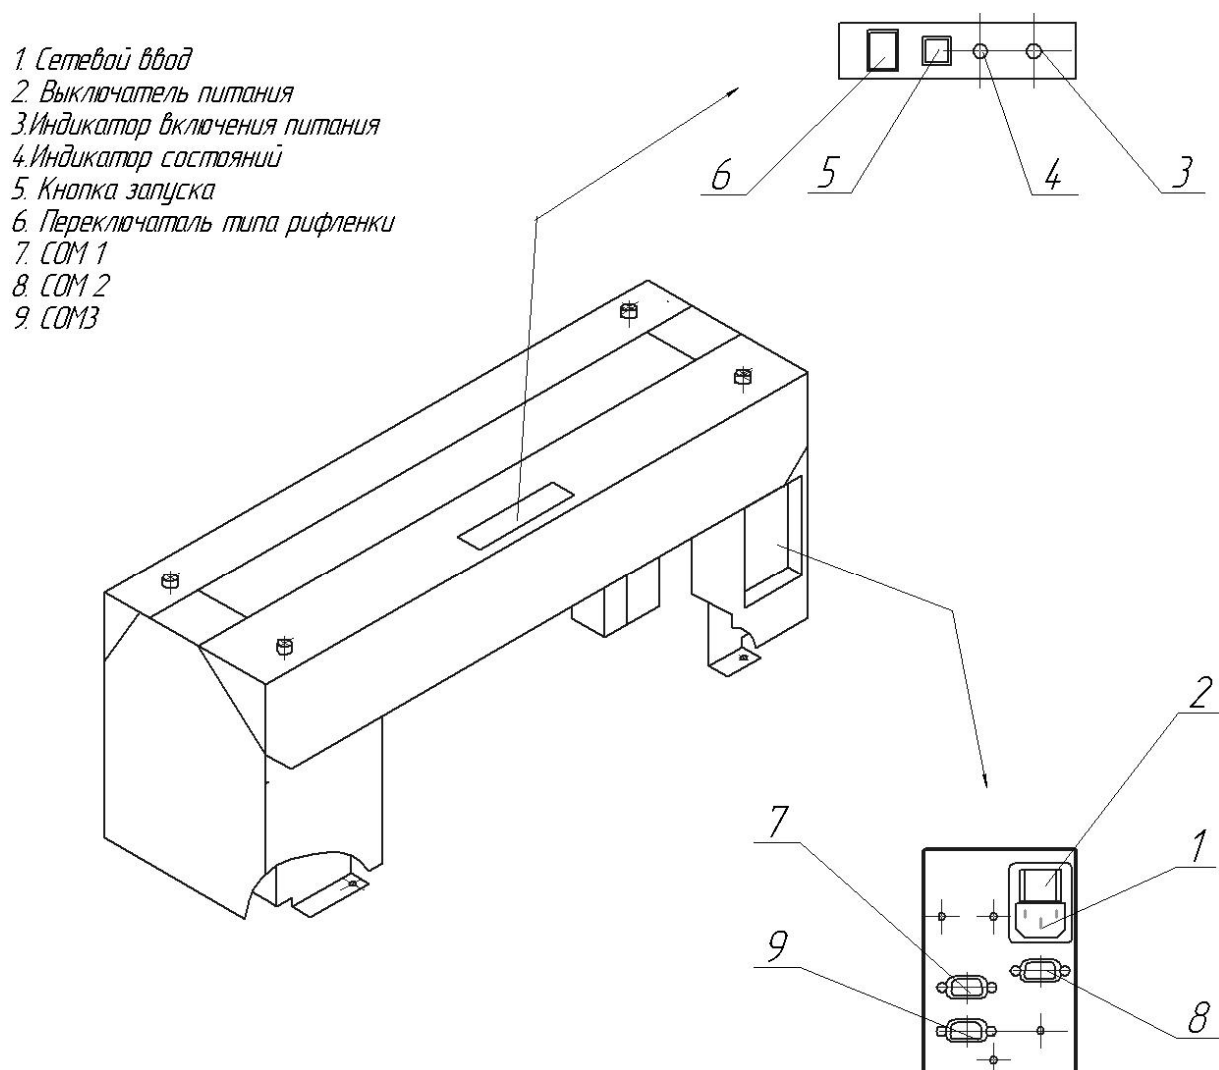

Рис. 2.2.8 БП «ЭКСТ Челнок 2М»
Расположение органов управления, индикации и элементов подключения БП «Челнок 2М» показаны на рис.2.2.8.
1. Подключить сигнальный кабель к разъему СОМ 1 БП 2М (см.рис. 2.2.8) и к разъему Датчик 1 (или Датчик 2) БМ.